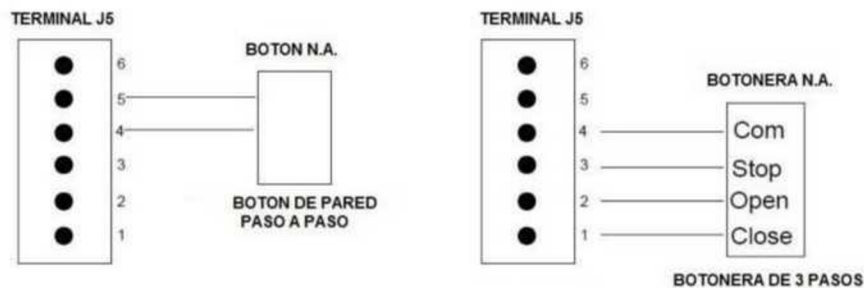

Fig.13
- D. Botonera Paso a Paso o Botón de 3 Pasos:** La Tableta Electrónica está Equipada con Conexión para una Botonera de Paso a Paso o 3 Pasos. Para la Instalación de un Botón Paso a Paso Conectar un Cable de 2 Hilos en “K” (Open) y “CO” (Común) en la Terminal “J2”. Para la Instalación de la Botonera de 3 Pasos, Conecte un Cable de 4 Hilos. Para Abrir conecte en “K” (Open), Para Cerrar conecte en “G” (Close), Para Detener conecte en “T” (Stop), Para Cerrar el Circuito Conecte “CO” (Común), en la terminal “J2”. Ver (Fig.13).